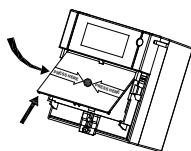

Fig. 6: Byte av manöverelement
7. Återmontera manöverelementet (se bild 6)